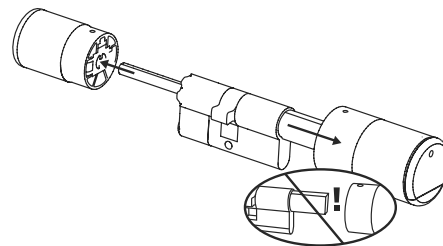

Abb. 3
- 3 Ziehen Sie den Knäuf der Außenseite komplett ab und den der Innenseite soweit wie möglich nach hinten (Abb. 3).